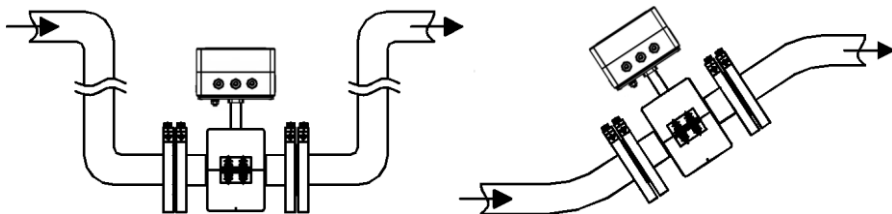

Рис.2
4.2.2 В месте установки ППР теплосчетчика в трубопроводе не должен скапливаться воздух. Наиболее подходящее место для монтажа – нижний или восходящий участок трубопровода (см. рис.2).